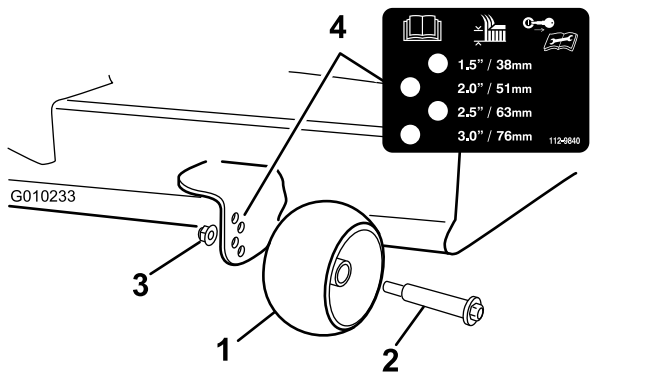

Bild 29
3. Stellen Sie die Antiskalpierrollen so ein, dass sie der nächsten Schnitthöheneinstellung entsprechen (Bild 29).